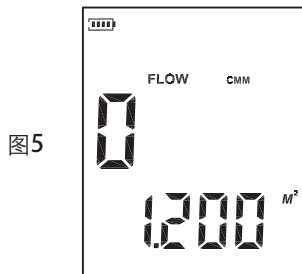

图5
- ▶ 长按“AREA”键3秒，LCD上方4个数字会改变为1个见图5，此时可输入风口面积，如1.2，先按“▲”键使最左边一位为1，然后按“●”小数点键，再按“▶”移位键使LCD显示“1.0”，再按“▲”键使“0”变为“2”然后再按“▶”移位键两次，使LCD显示“1.200”，最后按“▶”移位键确认，此时LCD屏幕显示如图4：